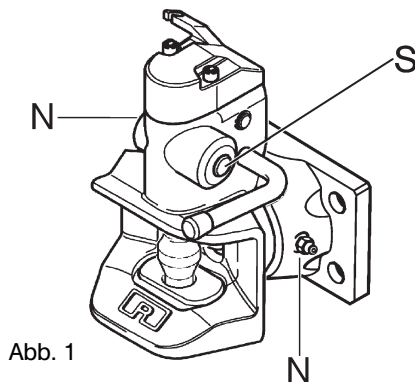

Abb. 1
- über Schmiernippel (N, s. Abb. 1), **Kupplung geöffnet**, Überfetten der Automateinheit wegen Funktionsstörung vermeiden!